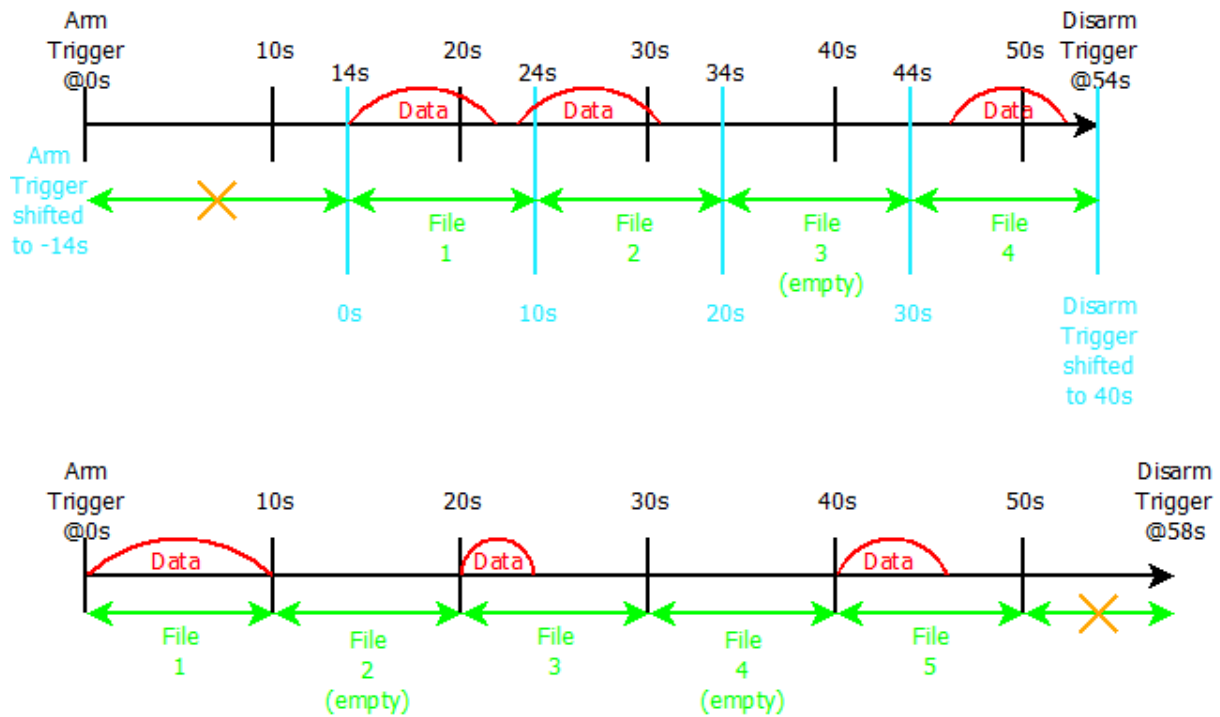

Abb. 5.6: Spezialfall 1 für die Multi-File Aufzeichnung; Aufteilungsdauer: 10s
Wenn es eine bestimmte Zeit dauert nach der Trigger-Aktivierung und dem ersten auftretenden Ereignis, wird die Zeit zwischen der Trigger-Aktivierung und dem ersten auftretenden Ereignis zurückgewiesen und die ,0'-Position wird zur Trigger-Aktivierungsposition zum ersten auftretenden Ereignis verschoben. Somit beginnt die erste Messdatei nicht mit der Trigger-Aktivierungsposition, sondern an der Position des ersten auftretenden Ereignisses. Die folgende Abbildung Abb. 5.6 zeigt diesen Fall:
- Keine Datenaufzeichnung zwischen zwei Aufzeichnungs-Ereignissen: Wenn die Zeit zwischen zwei auftretenden Aufzeichnungs-Ereignissen länger ist als die angegebene Aufteilungszeit, wird eine leere Datei erstellt (siehe *File 3* in Abb. 5.6).